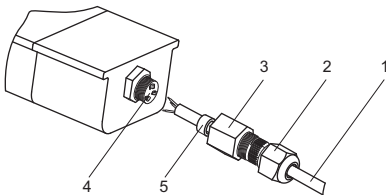

Рисунок 5
5.5.2 Для подключения светильника необходимо (рисунок 5):